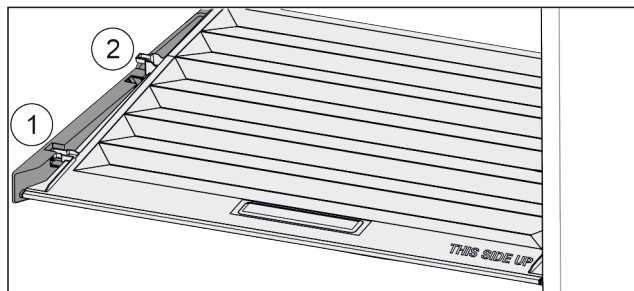

Fig. 124
- ▶ Vytáhněte víko dopředu až k otvoru v přídržných dílech Fig. 124 (1).
- ▶ Vzadu zespolu nadzvedněte a vyjměte směrem nahoru Fig. 124 (2).